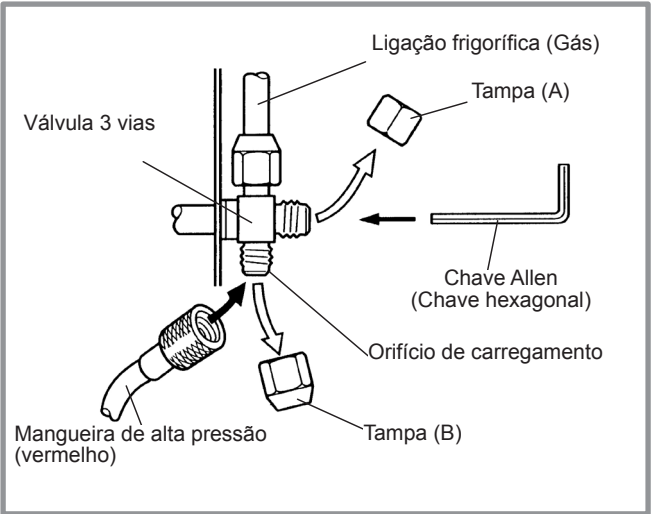

figura 19 - Conexão da mangueira sobre a válvula de gás
- Remova a tampa de protecção (B) do orifício de carregamento (Schrader) da válvula gás (diâmetro grande).
- Ligue o flexível à válvula distribuidora (figura 19).